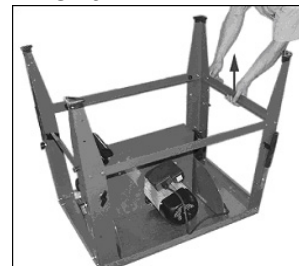

Рис. 3
- Установите поперечные балки (Рис.3) и крепко затяните гайки.